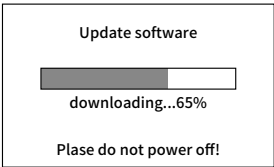

Рисунок 1-5
- ③ Посетите официальный сайт www.attem.com.cn или свяжитесь с производителем для загрузки соответствующего драйвера. Скопируйте программное обеспечение для обновления через USB-кабель накопителя прибора, распознанный компьютером. Прибор автоматически загрузит программное обеспечение для обновления (рис. 1-5).